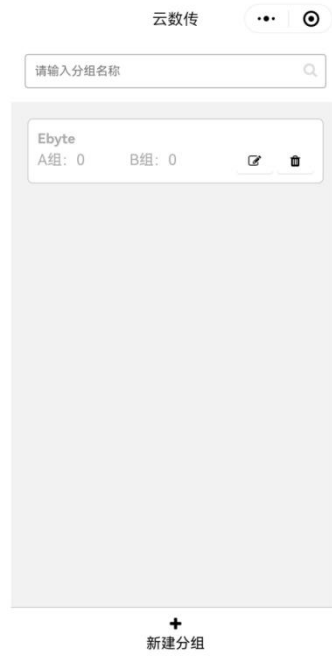

图 3-2-2 新建分组后示意图
2. 我们点击下面的新建分组，名称可以自定义，建立好后如图 3-2-2 所示